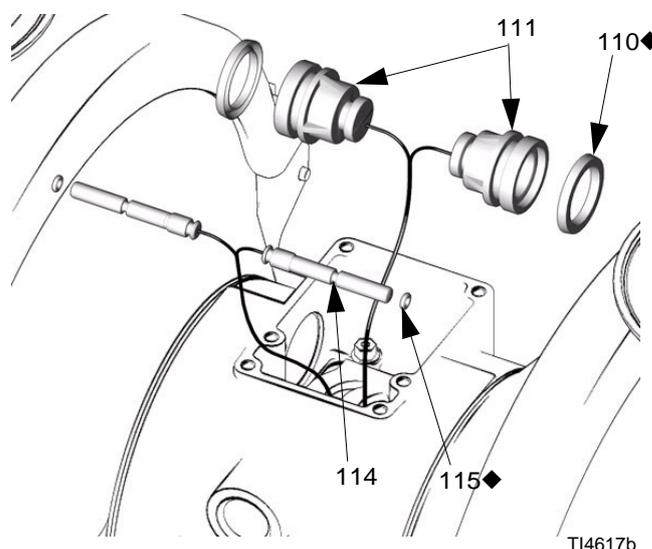

FIG. 10
- Installez un joint torique (115) sur chaque axe de commande (114). Graissez les axes et les joints toriques. Insérez les axes dans les coussinets, extrémité **fine** d'abord. Consultez la FIG. 10.
- Installez des joints en coupelle (110) sur chaque piston d'actionneur (111), en orientant les lèvres des joints vers l'extrémité **fine** des pistons. Consultez la FIG. 10.
- Lubrifiez les joints en coupelle (110) et les pistons d'actionneur (111). Insérez les pistons d'actionneur dans les coussinets, extrémité **large** d'abord. Laissez l'extrémité fine des pistons exposée. Consultez la FIG. 10.